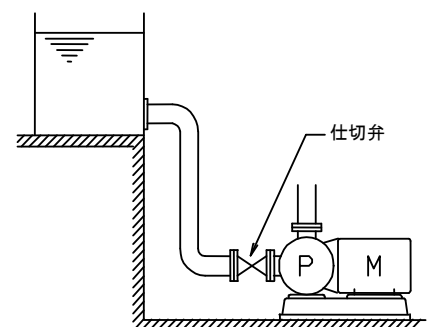

図 6
- (11) 流し込み・押込み方式の場合は、吸込管に仕切弁を取付けてください(図6)。仕切弁がないと、ポンプの点検・修理のとき、タンク及び配管の水を全部抜かなければなりません。